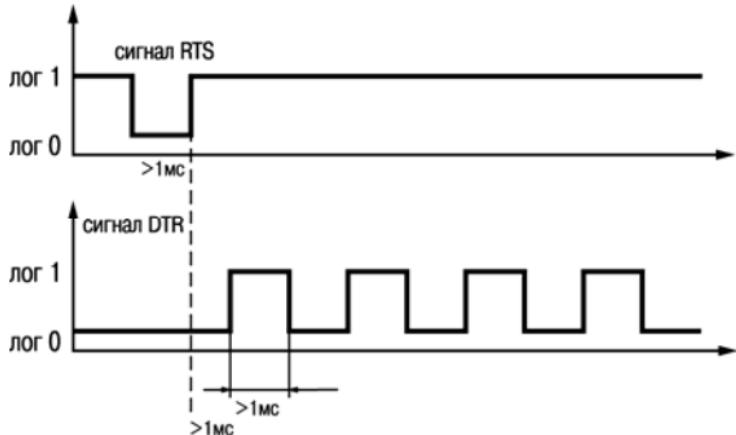

Рисунок 3.1
3.3 Принцип работы адаптера интерфейса состоит в следующем. Управляющая программа компьютера осуществляет выбор одного из восьми каналов к которым подключены приборы. Для этого используются две линии последовательного порта – RTS и DTR. Сигналом RTS коммутатор каналов адаптера интерфейса всегда устанавливается на первый канал. Для выбора N-го канала, отличного от первого, по линии DTR необходимо послать N – 1 импульс (рисунок 3.1). Например для выбора 5-го канала, после формирования импульса по линии RTS нужно послать 4 импульса по линии DTR. Для надежной коммутации длительность посылаемых импульсов и промежуток между ними должны быть не менее 1 мс.